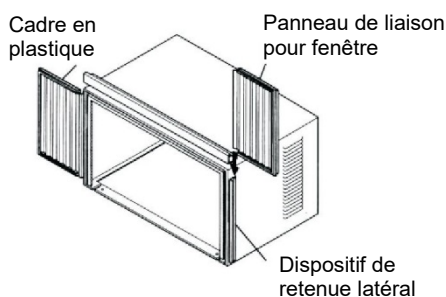
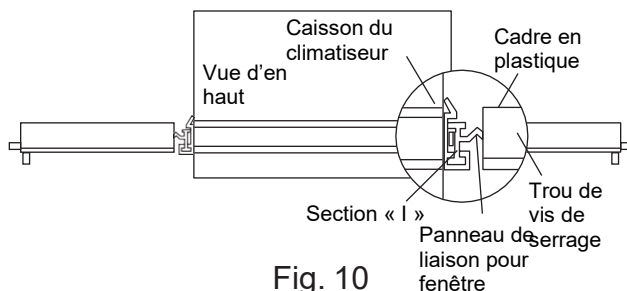

Fig. 9
Fig. 10
2. Faites glisser la section « I » du panneau de liaison pour fenêtre dans le dispositif de retenue sur le côté du caisson (Fig.9 et Fig.10). Répétez l'opération pour les deux côtés.